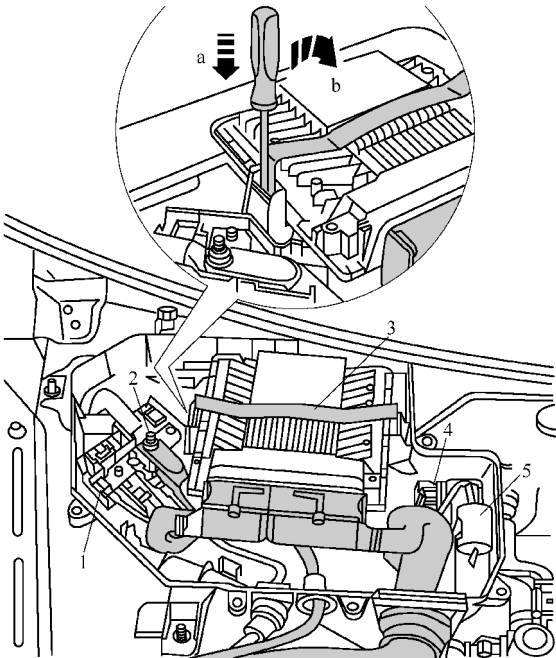

图 1-5-73 从电控箱中取出发动机控制单元
(9) 如图 1-5-73 所示, 用螺钉旋具小心地撬下固定卡子 3 (按箭头 a 和 b 操作) 并将发动机控制单元从电控箱中取出。